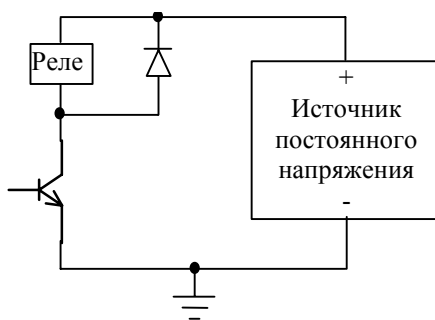

Рис. 4.2
4.4.1. При управлении индуктивными нагрузками (катушка реле) с помощью выходных ключей следует предусмотреть защитные диоды, включенные параллельно катушке, или небольшую RC - цепочку (100 Ом, 0,1 мкФ). Это предохранит транзисторный ключ от выбросов напряжения, возникающих в момент выключения, а также улучшит электромагнитную совместимость прибора (рис. 4.2).